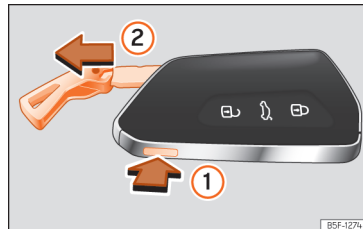

Fig. 69 Chave do veículo: retirar o palhetão.
- Pressione o botão »» Fig. 69 ① para fazer sair a argola em forma de porta-chaves e poder retirar o palhetão ②. Se pressionar levemente a argola, esta ficará fixa em forma de porta-chaves.
- Pressione o botão »» Fig. 69 ① para desbloquear. Mantenha o botão pressionado ① e, simultaneamente, puxe a argola na direção da seta »» Fig. 69 ② para retirar totalmente o palhetão.